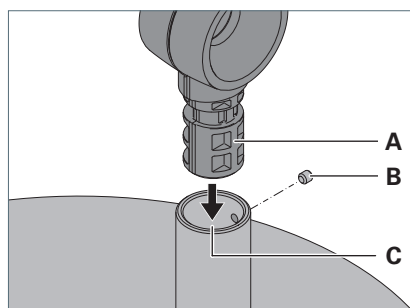

Fig. 2: Montaggio dell'apparecchio d'illuminazione a una base da tavolo.
- Inserire il perno **A** dell'asta dell'apparecchio d'illuminazione nell'apertura **C** della base da tavolo, vedi Fig. 2.